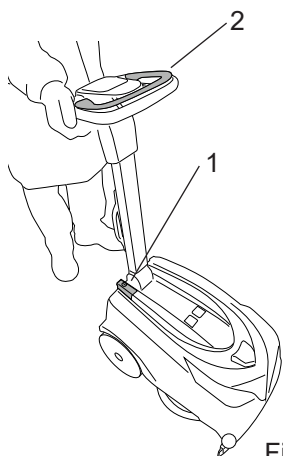
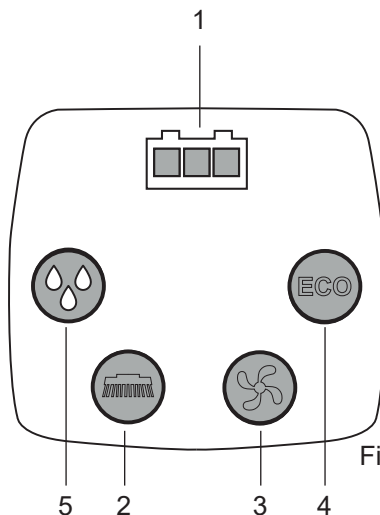

Fig.14
Fig.15
- Hauptschalter (Abb. 14, Pkt. 1): er schaltet die Spannungsversorgung zu allen Maschinenfunktionen ein und aus.
- Betriebsleuchte (Modell mit Stecker) (Abb. x, Pkt. x): sie ist gelb und zeigt an, dass das Netzkabel der Maschine an das Stromnetz angeschlossen ist und dass der Hauptschalter gedrückt wurde (Abb. 14, Pkt. 1).
- Kontrolllampe für den Akkuladestand (nur Modelle mit Akku) (Abb. 15, Pkt. 1): sie besteht aus einer roten, gelben und grünen LED, die den Akkuladestand anzeigen. Die möglichen Situationen sind:
- Bürstenschalter (Abb. 15, Pkt. 2): er schaltet die „Bürstenfunktion“ ein („LED eingeschaltet“) und aus („LED ausgeschaltet“), die Bürste schaltet sich nur dann ein, wenn der „Bürstensteuerhebel“ (Abb. 14, Pkt. 2) bedient wird.
- Saugschalter (Abb. 15, Pkt. 3): er schaltet den Saugmotor ein („LED eingeschaltet“) und aus („LED ausgeschaltet“), mit dem der zuvor gereinigte Boden getrocknet werden kann. Der Motor schaltet sich nur dann ein, wenn der „Bürstensteuerhebel“ bedient wird.
- Leuchtschalter für den Reinigungsmittelfluss (Abb. 15, Pkt. 5): er schaltet den Reinigungsmittelfluss in drei verschiedenen Schaltstufen ein („LED eingeschaltet“) und aus („LED ausgeschaltet“). Die Abgabe erfolgt nur bei laufender Bürste.
- ECO-Schalter (Abb. 15, Pkt. 4): er schaltet den ECO-Betrieb ein („LED eingeschaltet“) und aus („LED ausgeschaltet“).